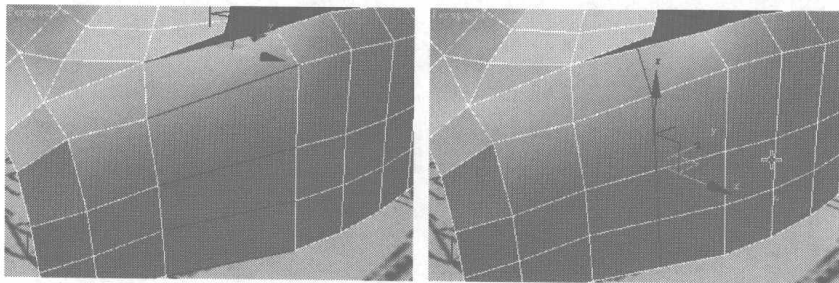
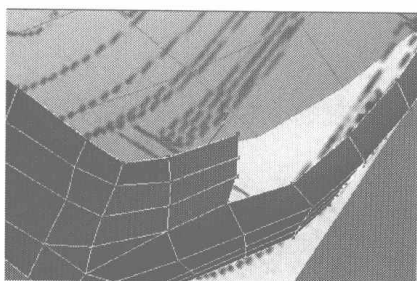
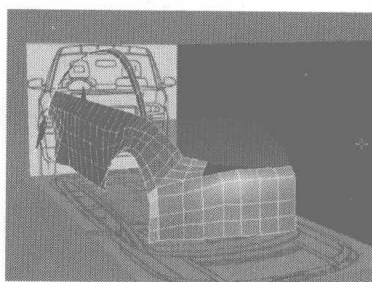

图 7.56
图 7.57
图 7.58
- 24** 选择车头前面的曲线, 单击 **Connect** 按钮, 添加一条细分曲线, 如图 7.56 所示。单击右键, 在弹出的快捷菜单中选择 **Target Weld** 命令, 焊接图 7.57 中的节点。然后调整节点的位置到图 7.58 所示的位置。